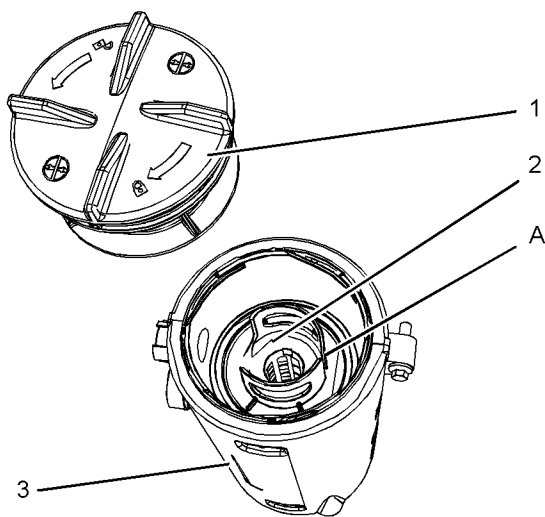

图 59
4. 拆下旧密封件 (4)，然后安装新密封件。
5. 将新滤清器滤芯安装到呼吸器体 (3) 内并调整滤清器滤芯以对准位置 (A)。参考图 59。将滤芯上的位置 (A) 与盖上的位置 (B) 对准。